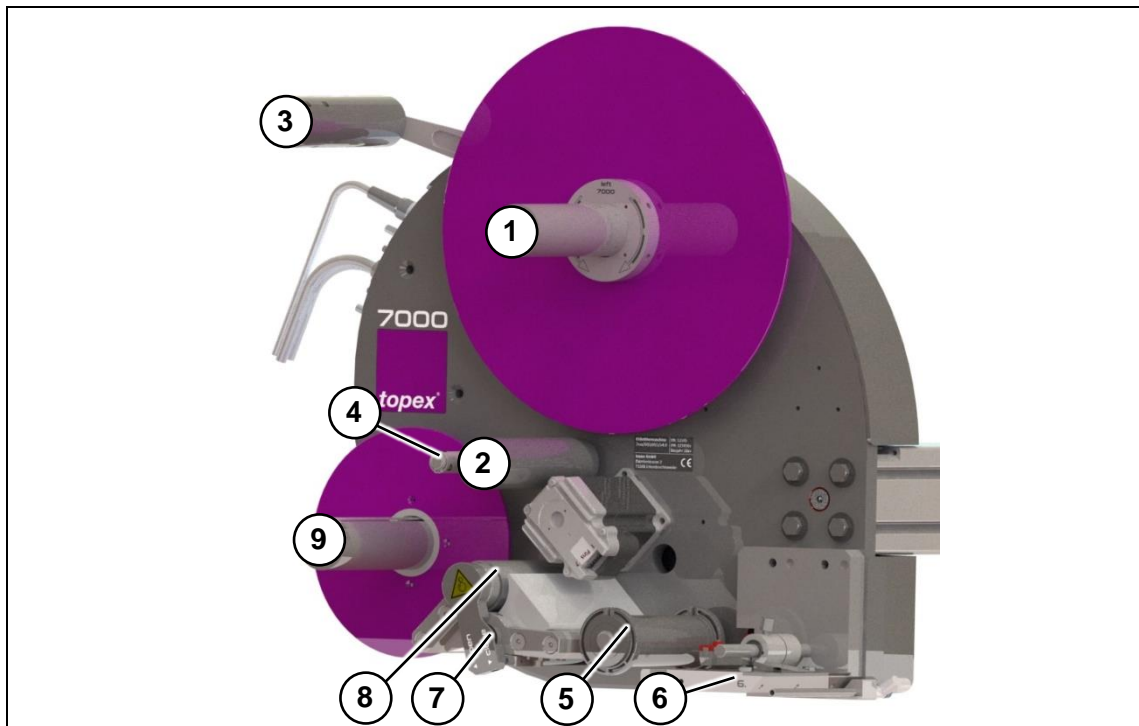
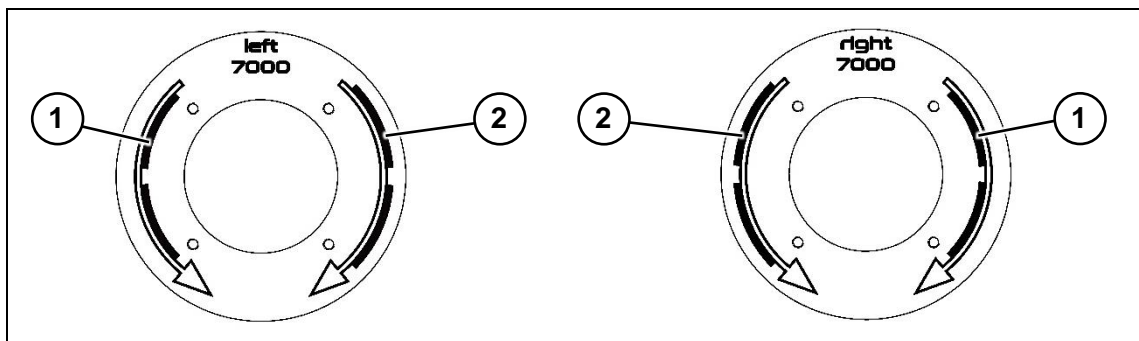

Abbildung 11 Beschriftung der Rollen
Abbildung 12 Kernträger für die Etikettenrolle (right = rechts, left = links)
Die Abwicklung (Abbildung 11, Pos.1) der Etikettenrolle ist mit einem Kernträger versehen. Dieser ist mit der entsprechenden Laufrichtung und Ausführung beschriftet. (innengewickelt - Abbildung 12, Pos. 1 oder außengewickelt - Abbildung 12, Pos. 2).
- 4 Ziehen Sie das Etikettenband gemäß dem Einfädelschema bis zur Trägerpapieraufwicklung vor. Beachten Sie hierbei die Nummerierung der Rollen und der Spendekante (siehe Abbildung 11).